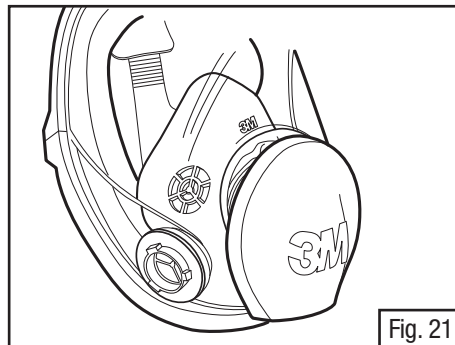

Fig. 21
2. Instale los empaques nuevos en los accesorios tipo bayoneta del puerto de inhalación de la pieza facial. Asegúrese que los empaques estén en la posición correcta debajo de las tres orejetas tipo bayoneta (Fig. 21).